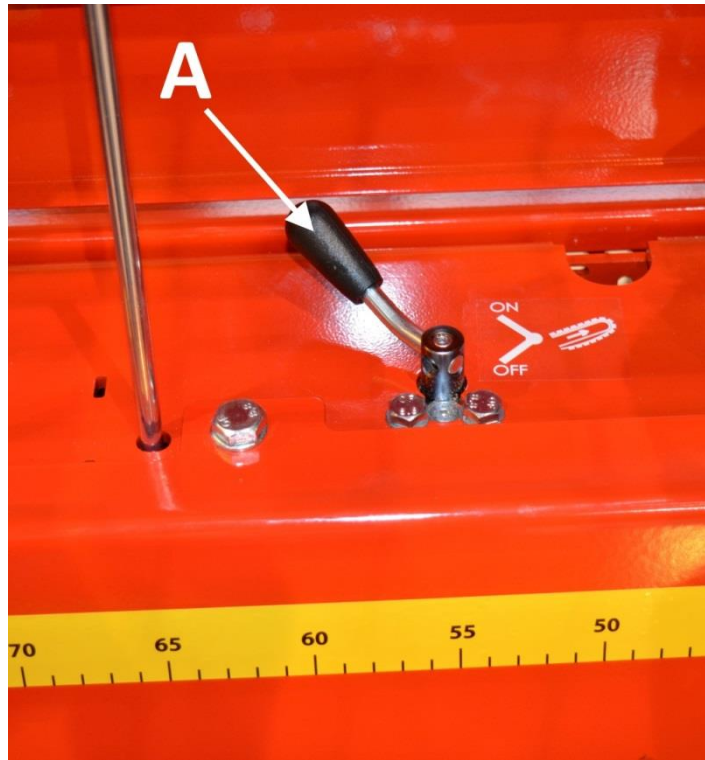

Bild 25.
2. Vänd spaken A på bild 25 till läget OFF, så försvinner trycket från den automatiska sågkedjespännaren.
5. Vänd spaken A på bild 25 till läget ON som på bild 25.